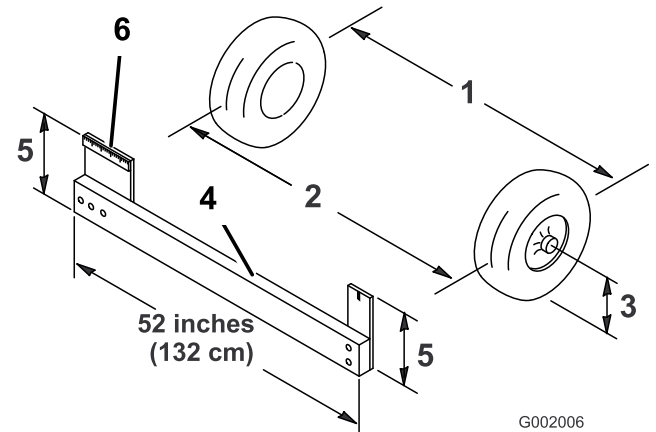

Рисунок 51
- Измерьте расстояние между обеими передними шинами на уровне моста, с передней и задней стороны передних шин (Рисунок 51).
выравнивания для точного измерения передней части передних колес на высоте моста (Рисунок 51).